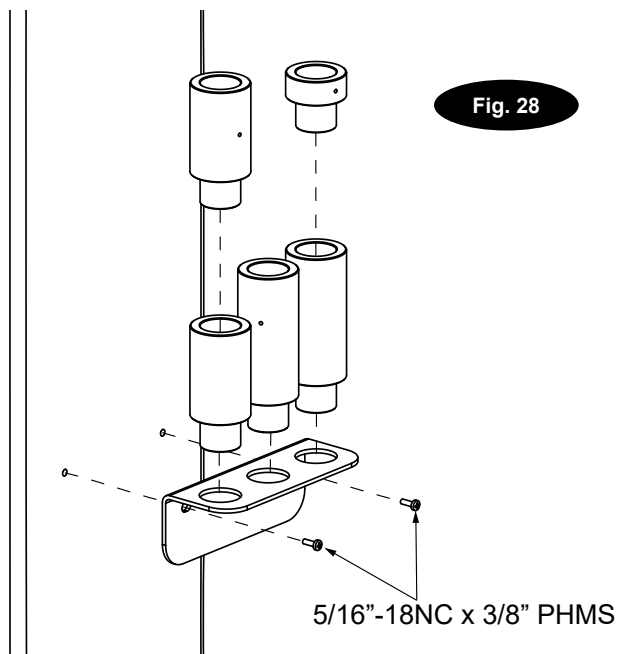

Fig. 28
**23. Regolazione del cavo di equalizzazione:** Portare in alto il sollevatore per controllare la tensione del cavo di equalizzazione. Sotto al carrello, afferrare i cavi adiacenti tra pollice e indice. Dovrebbe essere sufficiente applicare una forza di 6,8 kg per avvicinare i cavi tra loro, Fig.28. Regolare i fissaggi superiori, Fig.